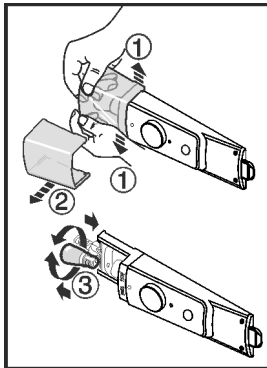

Fig. 10
- ▶ Lampenabdeckung nach Abbildung, innen, im vorderen Bereich auseinanderdrücken Fig. 10 (1) und zur Seite abziehen Fig. 10 (2).
- ▶ Die Lampe auswechseln. Fig. 10 (3)